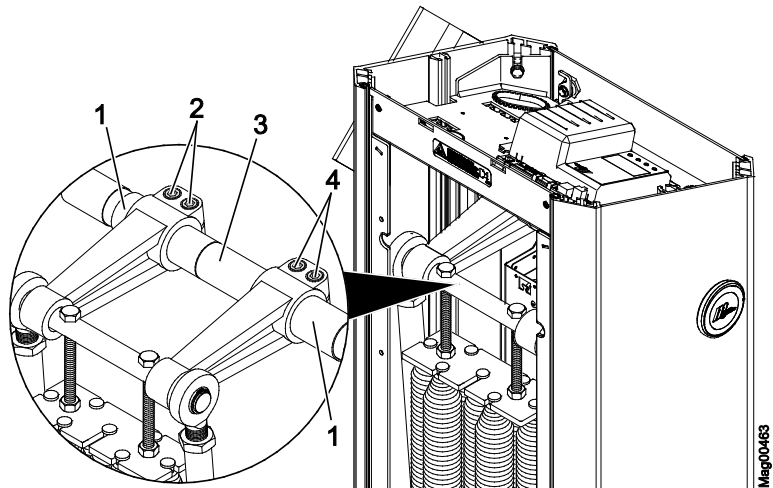

Abb. 29: Innensechskantschrauben lösen – Access XXL
- Access XXL: Siehe Seite 70, Abb. 29.
→ Access XXL: Siehe Seite 70, Abb. 29.